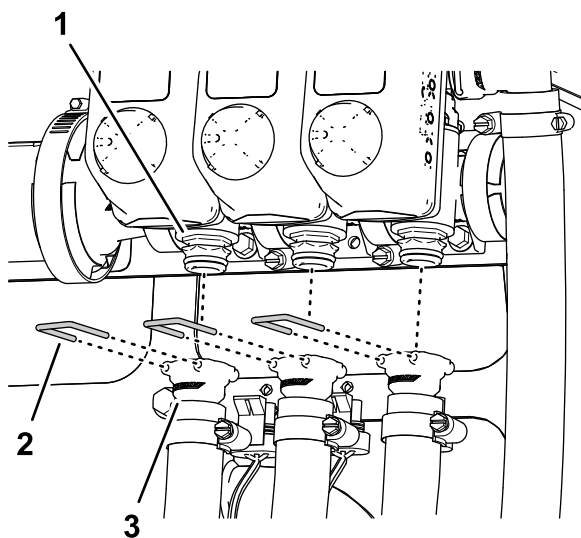

Figure 37
6. Retirez les étriers qui fixent les raccords rapides des flexibles d'alimentation gauche, central et droit aux raccords rapides des vannes de section de pulvérisation (Figure 37).
7. Débranchez les flexibles d'alimentation des sections gauche, centrale et droite des raccords rapides des vannes de section de pulvérisation, et déposez les flexibles de la machine (Figure 37).